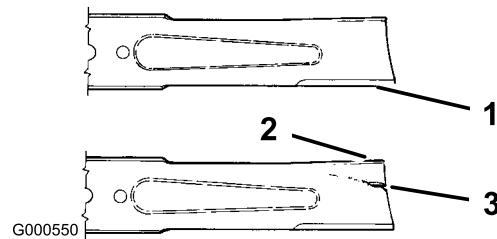

Figure 33
1. Examinez le tranchant des lames (Figure 33). Si elles ne sont pas tranchantes ou si elles présentent des indentations, déposez et affûtez les lames (voir Affûtage des lames).
2. Inspectez les lames, surtout la partie incurvée (Figure 33). Remplacez immédiatement toute lame endommagée, usée ou qui présente une entaille (repère 3 de la Figure 33).